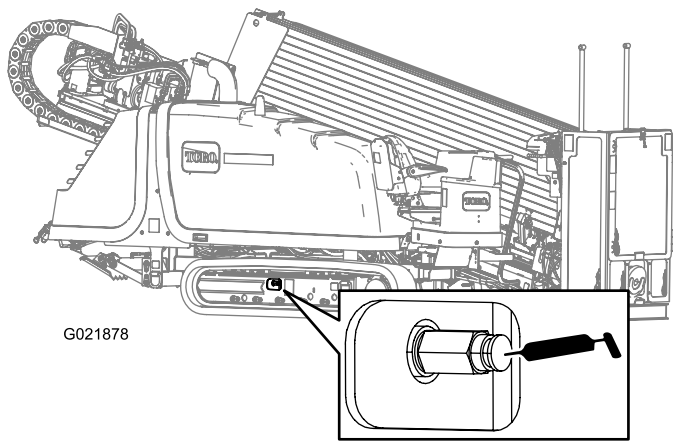

Figura 135
2. Remova a sujeira e as impurezas ao redor da válvula de alívio (Figura 135).
4. Aplique graxa na graxeira até a tensão atingir o valor de 22,063 kPa (3,200 psi) como mostra a Figura 135.
4. Gire a válvula de alívio no sentido anti-horário, dando no máximo 1 volta (Figura 135).